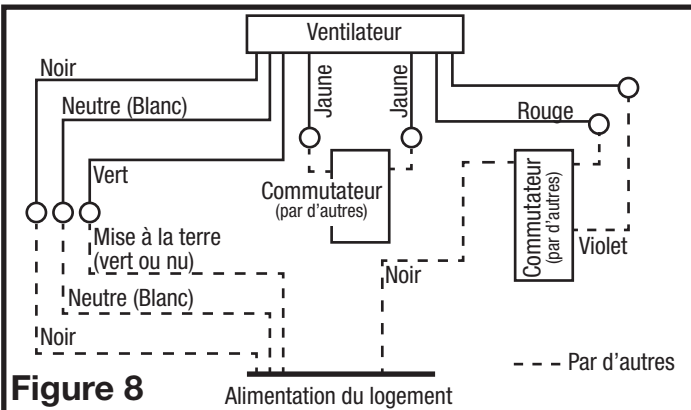

Figure 8
2. **Ventilation continue:** Pour les ventilateurs à deux vitesses, raccordés pour une ventilation continue. Connectez le fil blanc du ventilateur au fil blanc (neutre) de la source d'alimentation. Connectez le fil de terre de la maison au fil vert du boîtier du ventilateur. Connectez le fil noir du ventilateur au fil noir (chaud) de la source d'alimentation. Utilisez un interrupteur standard, correctement mis à terre (non inclus) pour relier le fil noir de la source d'alimentation à de l'interrupteur. Connectez le fil rouge (lumière) du boîtier du ventilateur à l'autre côté de l'interrupteur du haut et connectez le fil violet (veilleuse) du boîtier du ventilateur à l'autre côté de l'interrupteur du bas. Utilisez un deuxième interrupteur à bascule standard duplex, correctement mis à terre, pour relier le fil jaune chaud du ventilateur à l'entrée de l'interrupteur. Connectez le deuxième fil jaune du ventilateur au côté de sortie du commutateur. Fermer l'interrupteur changera la vitesse de normale à haute vitesse (Figure 8).